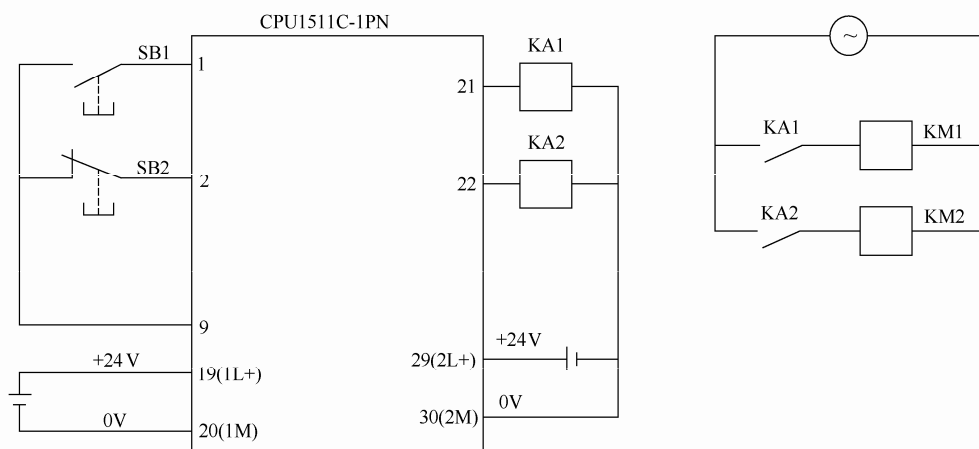

图 4-73 PLC 接线图
② 控制系统的接线。鼓风机控制系统的接线比较简单，如图 4-73 所示。